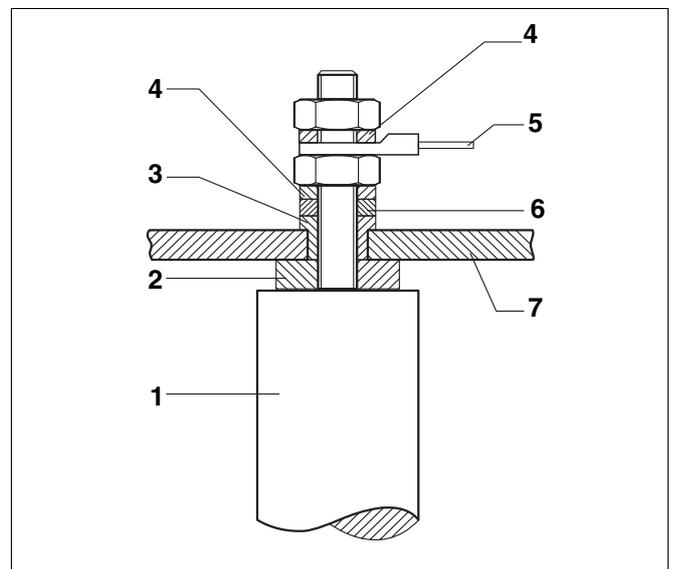

Abb. 11 Anschluss Magnesiumanode
- Ersetzen Sie die starre Magnesiumanode (Abb. 11) im Falle geringen Deckenabstandes durch eine Kettenanode $\varnothing 33 \times 1500$ mm (Artikel-Nr.: 5592186).